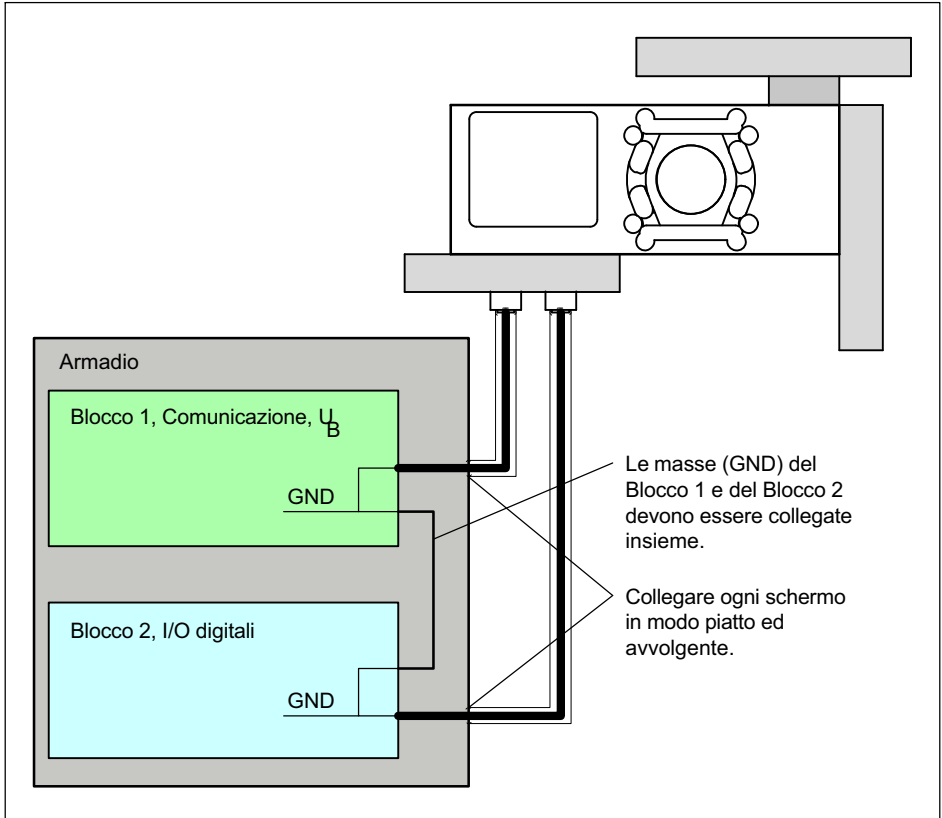

Fig. 7.2 Collegamento del potenziale GND per il montaggio all'interno di un armadio
2. ambedue i blocchi funzione si trovano all'interno di un armadio (Fig. 7.2).
Montando tutti i blocchi funzione all'interno di un armadio (Fig. 7.2 a pagina 20) assicurarsi che sia collegato il potenziale GND di ambedue i blocchi.